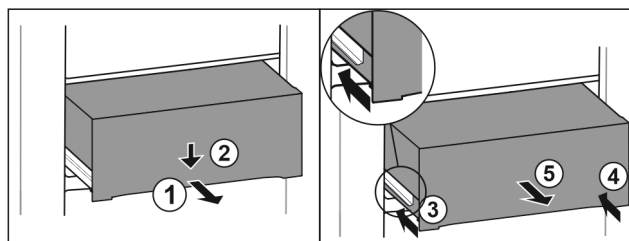

Fig. 149
- Wyciągnąć szufladę do połowy. Fig. 149 (1)
- Popchnąć szufladę z przodu w dół. Fig. 149 (2)
- Wsunąć lewą szynę o ok. 2 cm. Fig. 149 (3)
- Wsunąć prawą szynę o ok. 2 cm. Fig. 149 (4)
- Wyjąć szufladę do przodu. Fig. 149 (5)